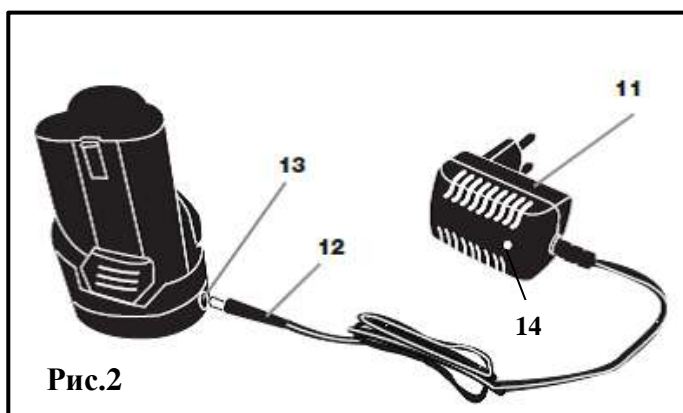

Рис.2
- Подключите зарядное устройство (11) к сети питания. Зеленый индикатор (14) на блоке зарядного устройства загорится (рис.2).
- Подключите штекер зарядного устройства (12) к гнезду (13) (рис.2) на аккумуляторе.